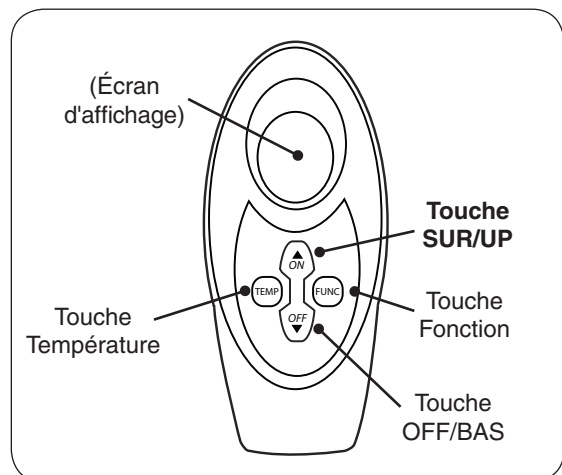

Fig. 12-2 Détail télécommande
2. Localisez la télécommande et appuyez sur le bouton ON (voir Fig. 12-2). La séquence d'allumage commencera.